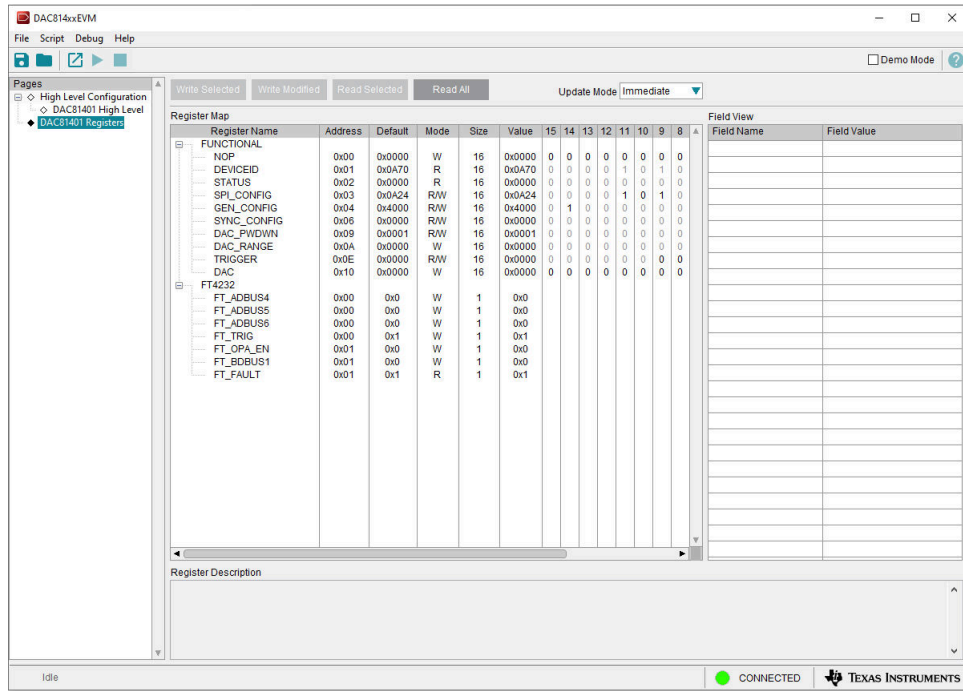

图 2-6. DAC81401EVM 寄存器页面
**DAC81401 Registers** 页面 (如图 2-6 所示) 允许用户直接访问与 DAC81401 寄存器的低电平通信。在“Register Map”列表中选择 一个寄存器，即可显示该寄存器中值的说明，以及有关寄存器地址、默认值、大小和当前值的信息。通过写入 GUI 的值或位字段，从寄存器读取值或向寄存器写入值。